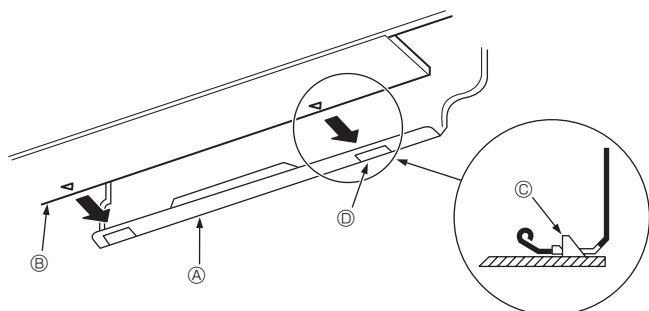

Fig. 3-11
3. Mientras inserta la tubería de refrigerante y la manguera de desagüe en el orificio de entrada en la pared (manguito de entrada), cuelgue la parte superior de la unidad interior en la placa de montaje ①.
5. Fije la unidad en la placa de montaje ① empujando la parte inferior de la unidad. (Fig. 3-11)
- * Compruebe que los mandos de la parte inferior de la unidad interior estén firmemente enganchados en la placa de montaje ①.
- ① Placa de montaje
- ② Unidad interior
- ③ Gancho
- ④ Orificio cuadrado